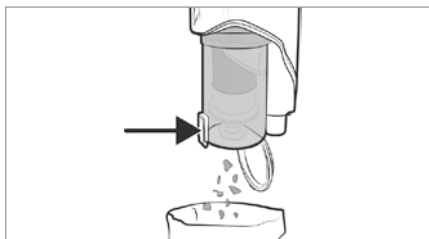

Abb. 18
- 1) Halten Sie den Staubbehälter 7 in einen Abfalleimer und drücken Sie die Staubbehälterdeckel-Entriegelungstaste 8. Der Staubbehälterdeckel 9 öffnet sich und der Inhalt wird in den Abfalleimer entleert (siehe Abb. 18). Schliessen Sie anschließend den Staubbehälterdeckel 9.